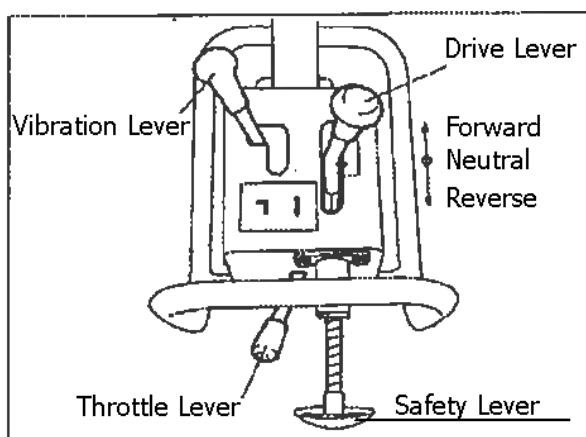

Рисунок 2
8. Элементы управления: (Рисунок 2)